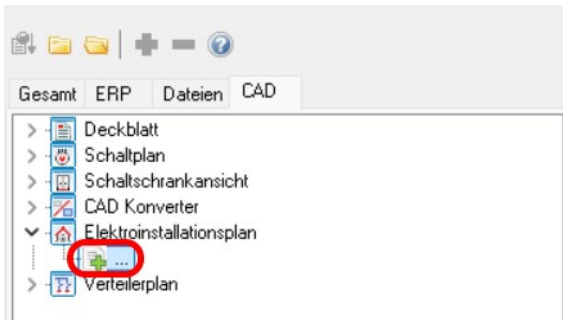

Abbildung 2.2.4: Anlegen eines neuen Elektroinstallationsplanes
7. Zum Starten des Moduls **Gebäudetechnik** führe einen Doppelklick unterhalb des Zweiges **Elektroinstallationsplan** aus (siehe Markierung in Abbildung 2.2.4).